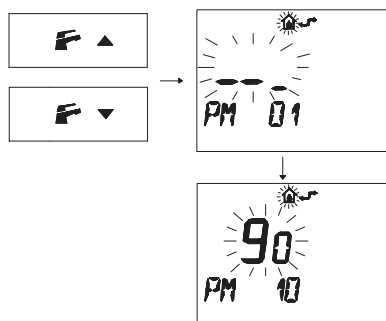

Figura 5.52
- Premere i pulsanti **PM**, **▼** o **▲** per visualizzare la programmazione "PM10" selezione della frequenza di accensione (Figura 5.52).
Nella Figura 5.52 si visualizza un SET programmato di **90** corrispondente ad un tempo di riaccensione di 3 minuti circa.